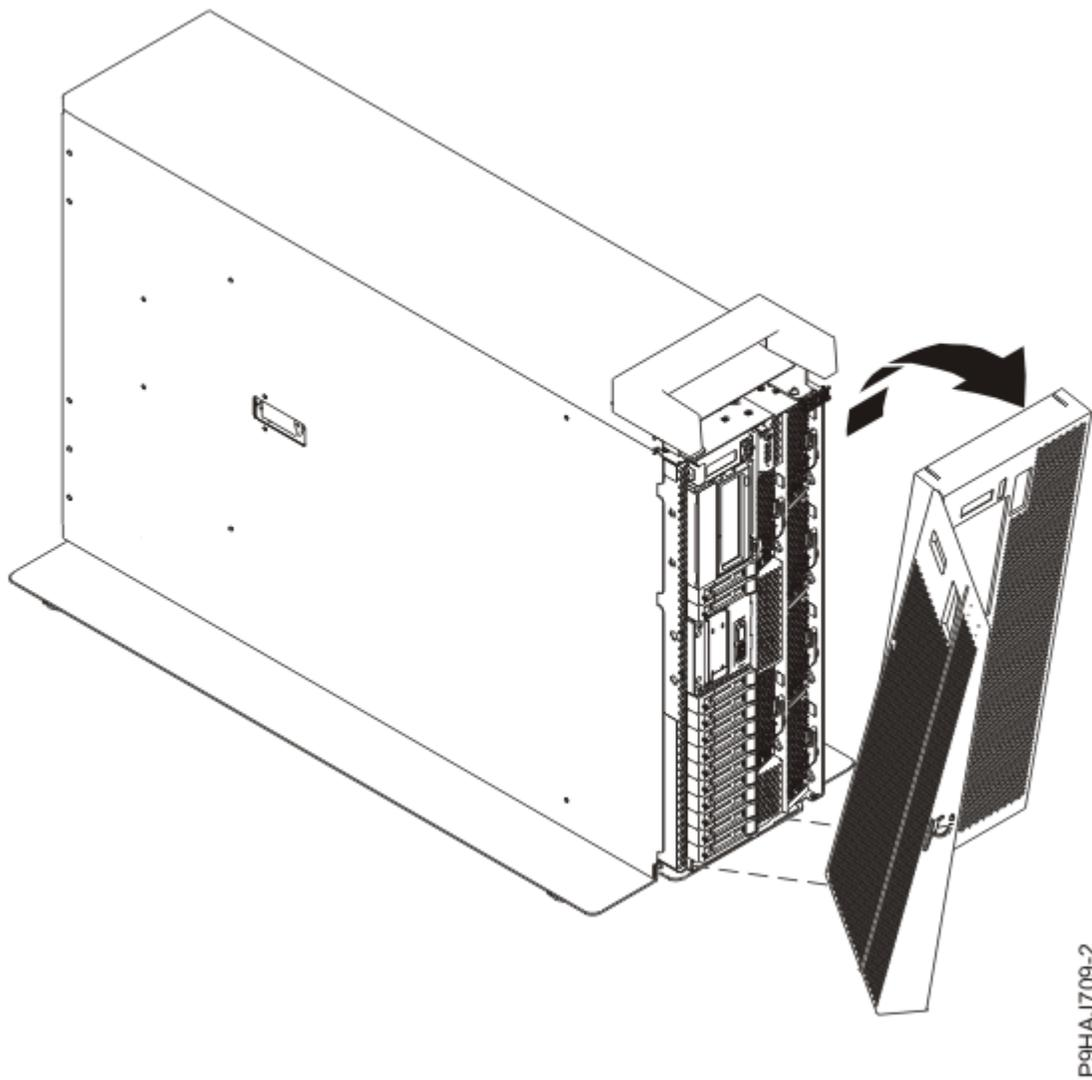

Abbildung 40. Vordere Abdeckung ausbauen
- d) Ziehen Sie die Abdeckung vom System ab (siehe Abbildung 40 auf Seite 42).